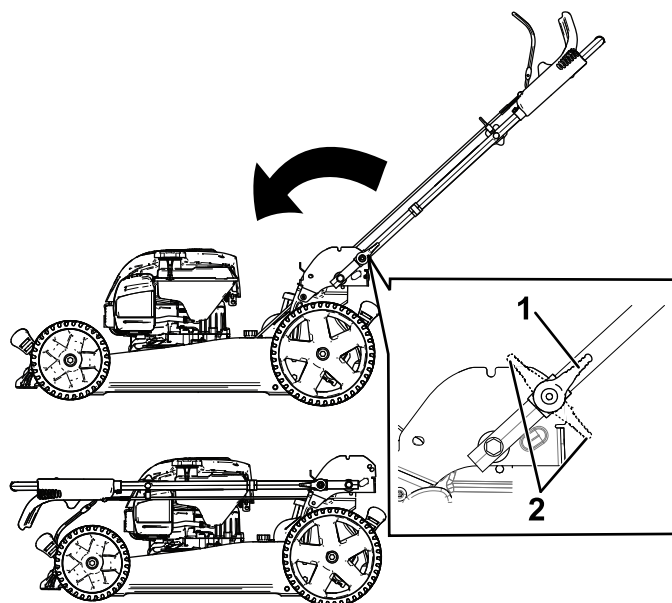

Рисунок 22
3. Разблокируйте фиксаторы рукоятки (Рисунок 22).
4. Полностью сложите рукоятку вперед (Рисунок 22).